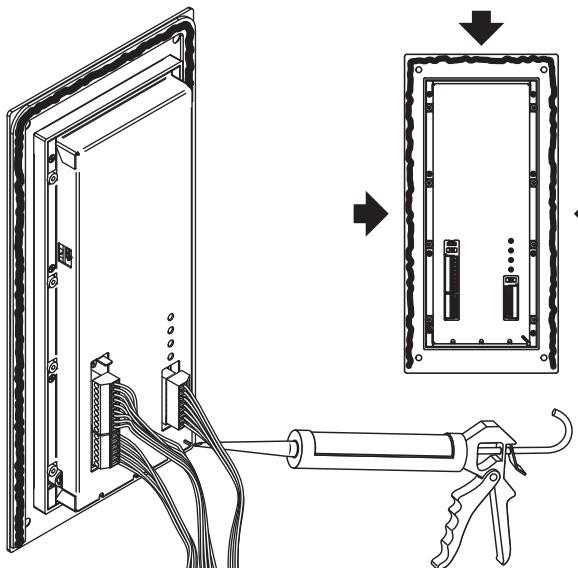

Fig. 4
**⚠ Per prevenire infiltrazioni d'acqua si consiglia vivamente di apporre del silicone tra la placca e la parete SOLAMENTE SUL LATO DESTRO, SINISTRO E SUPERIORE. NON APPORRE IL SILICONE SUL LATO INFERIORE DEL SUPPORTO MODULI (Fig. 4);**